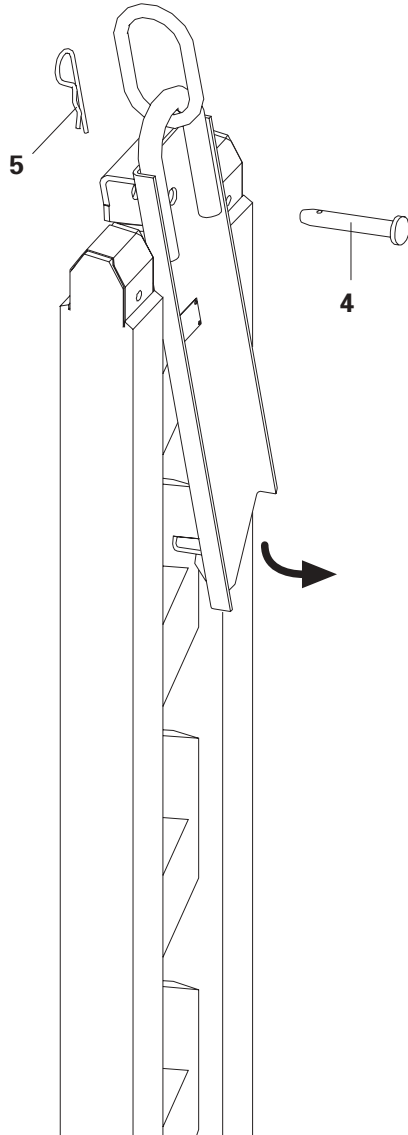

fig. 8
1. Allentare l'inserto a molla **5** e sfilare il perno di sicurezza **4** (fig. 8).